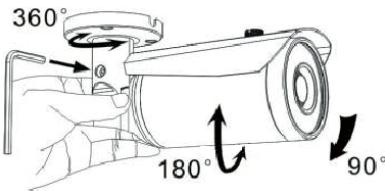

Рис. 2
фиксации кронштейна, ориентировочно на 3 оборота (см. рис.2).
11. После настройки необходимой зоны наблюдения зафиксируйте камеру в выбранном положении, затянув при помощи шестигранника винт фиксации кронштейна (см. рис. 2).